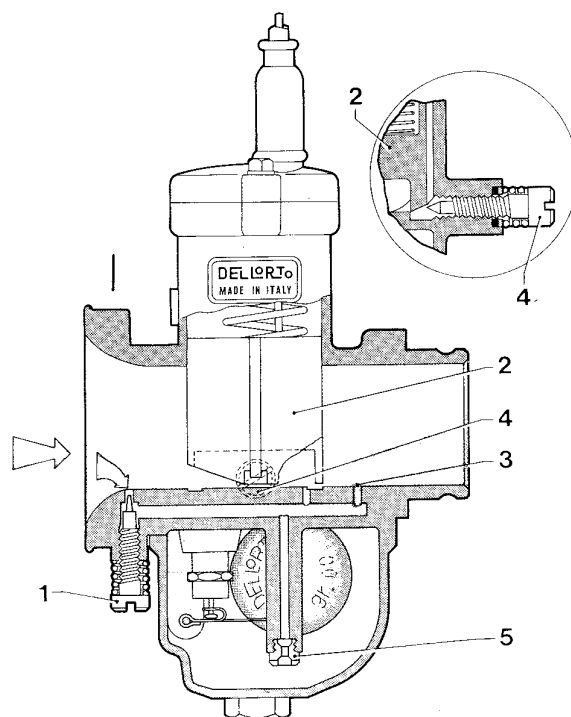

Fig. 15
Nella fig. 15 è illustrata la valvola gas (2) in posizione di minimo regolata dalla vite (4).
In figure 15 throttle valve (2) is shown in idling position, adjusted by screw (4).